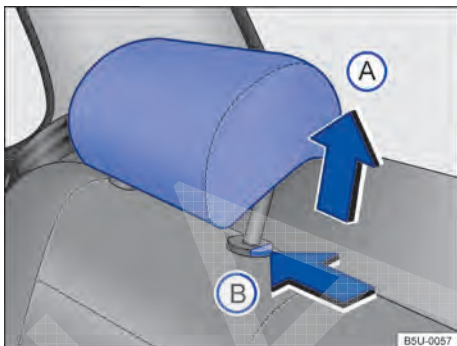

Fig. 41 Desinstalar o apoio para cabeça traseiro.
- Pressionar a tecla $\Rightarrow$ Fig. 41 (B) no sentido da seta. Retirar o apoio para cabeça com a tecla pressionada.
- Empurrar o apoio para cabeça para baixo com a tecla $\Rightarrow$ Fig. 41 (B) pressionada.